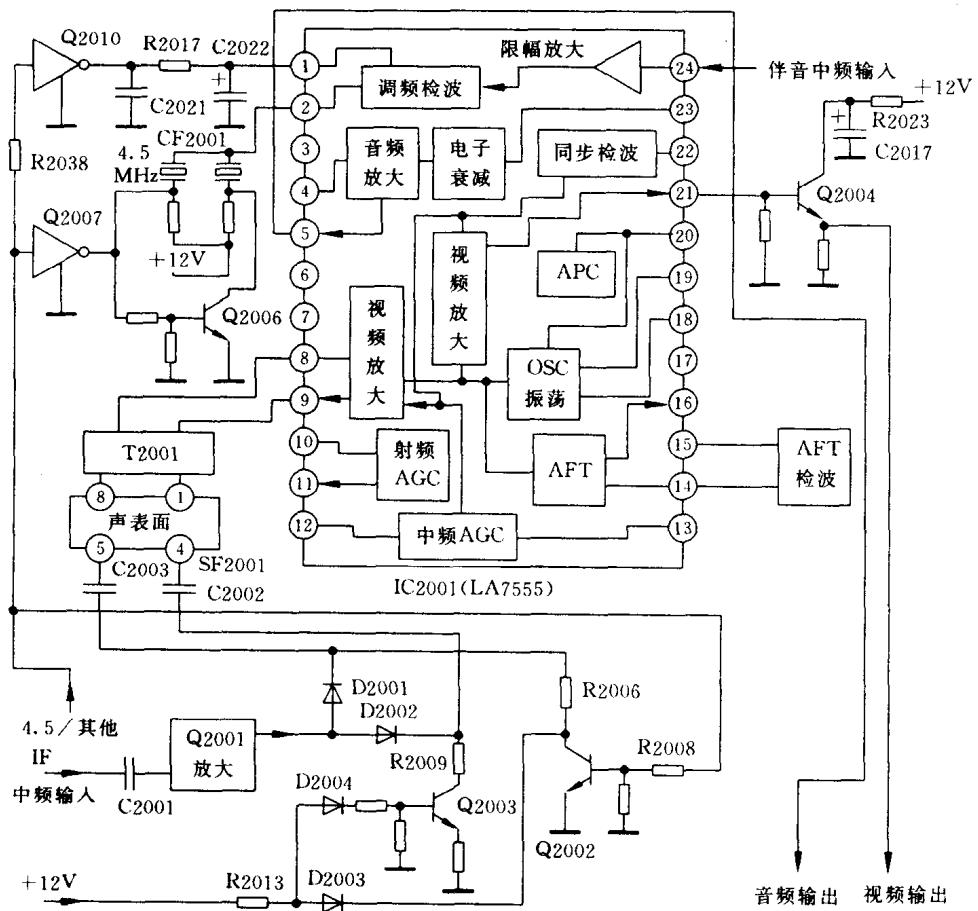

图 1-4 图像中频/伴音中频原理方框图
图 1-4 是图像中频/伴音中频电路控制方框图。由调谐器⑧脚输出的中频信号,经 C2001 耦合和 Q2001 放大,分别加到两只开关二极管 D2001、D2002 的正极。当输入的“4.5/其他”信号为高电平时,接收 4.5MHz 第二伴音信号,分别控制 4 路:第一,使 Q2002 导通,D2001 正偏导通,使 Q2001 放大后的中频信号经 D2001、C2003 加到声表面波滤波器的⑤脚;第二,由 Q2002 集电极输出低电平,使 D2003 导通,D2004 截止,Q2003 截止,开关管 D2002 截止。